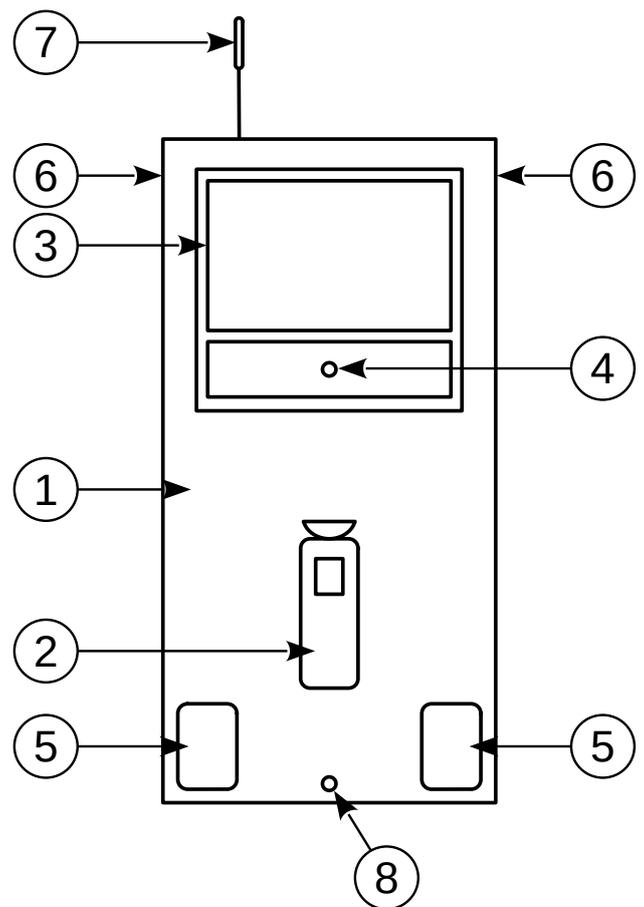

Рис.2
3. Крепление системы: Для установки системы СКУД-АЛКО используйте крепежные отверстия, указанные в поз.6 и поз.8 (рис.2). Два отверстия расположены вверху поз.6 с обратной стороны монтажной панели. Расстояние между центрами верхних отверстий составляет 280 мм. Рекомендуемая высота установки крепежных элементов от уровня пола составляет 2030 мм. После навешивания монтажной панели на верхние крепежные элементы* выньте нижнюю заглушку поз.8 (рис.2). Через сквозное отверстие сделайте отметку для последующей установки нижнего крепежного элемента*. После установки панели вставьте заглушку обратно.
2. Установка GSM антенны: Установите GSM антенну п.7 (Рис.2) на максимальном удалении от системы в зоне уверенного приема сигнала